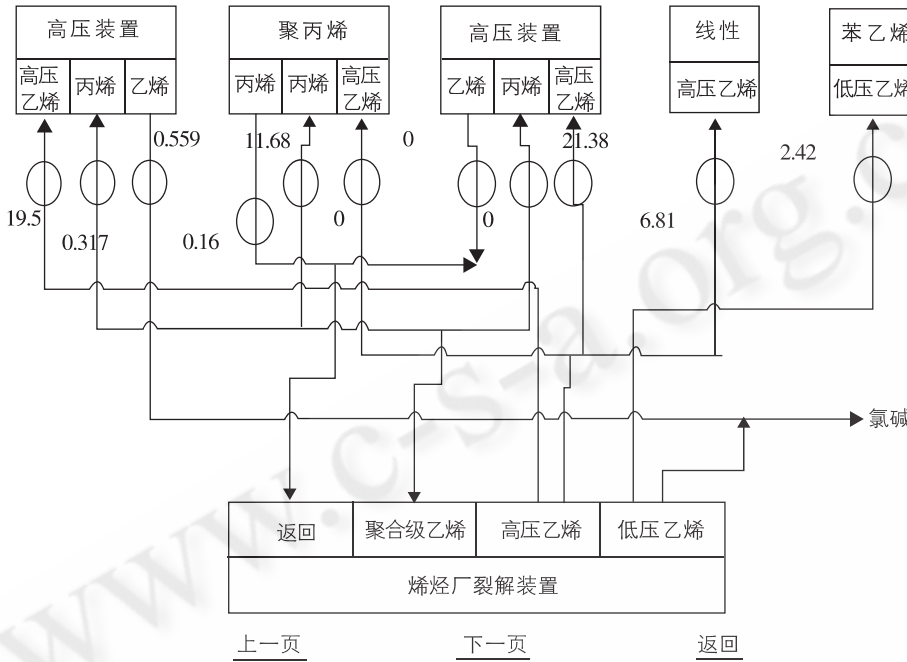

图 2 流程示意图
(1) 实时数据、历史数据、历史趋势图。对所有需要监测的化工仪表,以较短的时间间隔从数据库中读取实时的数据,并及时更新。前两个部分的实现方法相同,采取与库表连接,即可显示出所需要的位号参数。对于需要将实时数据以曲线描述及描绘历史趋势图则采用了 OWC 组件作为生成工具,可以方便的通过读取几个点在一段时间的数据值并将曲线绘出。
(2) 流程示意图。为了能整体上把握企业的操作工艺,并能直观的监控流程中的重点,将工艺流程以流程示意图(图 2)的方式体现出来。图中圆圈的地方就是流程中实时更新的参数点。
(3) 能耗日报、班组消耗、日物料消耗、本月产量。这几部分是对产量或者能耗进行统计。关键点是在能耗日报中的报警功能:可随时显示关键数据点的运行状态(正常/低限/高限),并以红色显示出高于标准值内容已达到警示的目的。